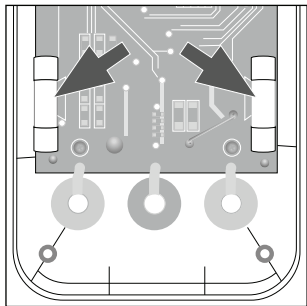

Fig. 6
- ◆ Înlocuiți siguranța defectă F1 (F 250 mA/300 V) sau F2 (F 10 A/300 V) cu o siguranță nouă de același tip (a se vedea fig. 6).